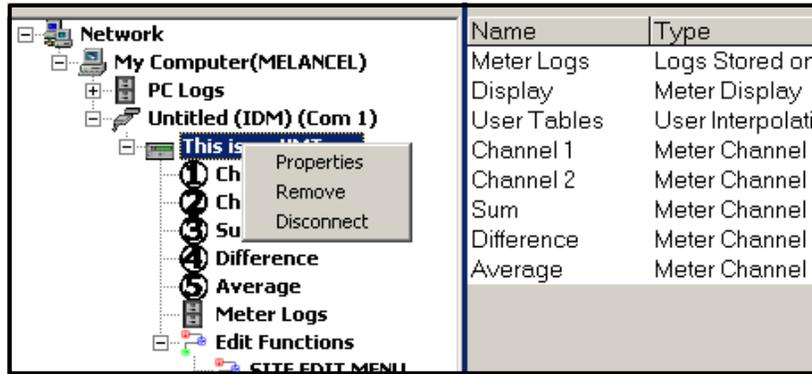

Figura 5: Opción *Propiedades* en el navegador de nuevo contador
2. Haga clic con el botón derecho en el XGM868i resaltado y haga clic en la opción *Properties (Propiedades)*, como se muestra en la Figura 5.